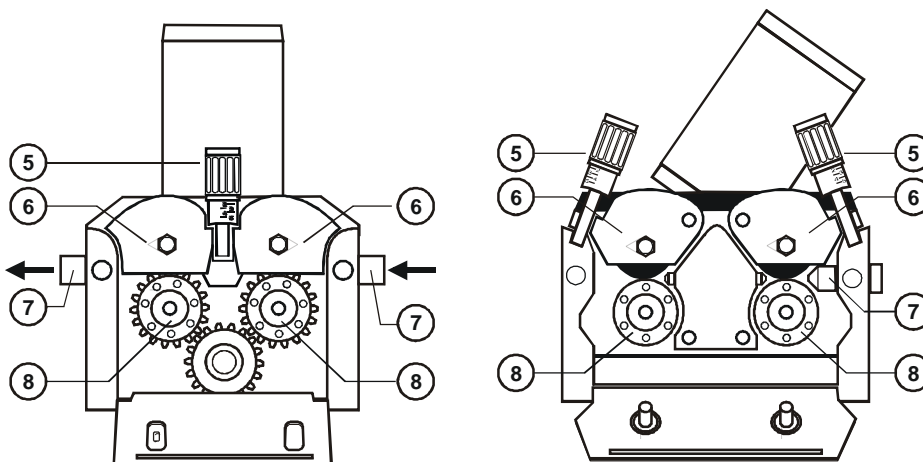

Fig.8 4-wiel aandrijving 50W
- Daarna moet de rem van de draadspool geregeld worden d.m.v. regelschroef (1). Controleer of de spoel onmiddellijk stopt wanneer de motor stopt.
- Beweeg de draad handmatig enkele centimeters, door de draadgeleider (7-fig.8 & 9), de rollen (8-fig.8 & 9) en de toorts.
- Controleer of de groef van de rol (8-fig.8 & 9) en de contactbuis van de toorts (9-fig.8 & 9) overeenkomen met de draaddiameter. Sluit de trekapparaten (6-fig.8 & 9).
1 - Druk van de rollen op de draad (5-fig.8 & 9), waarbij verplettering wordt voorkomen.